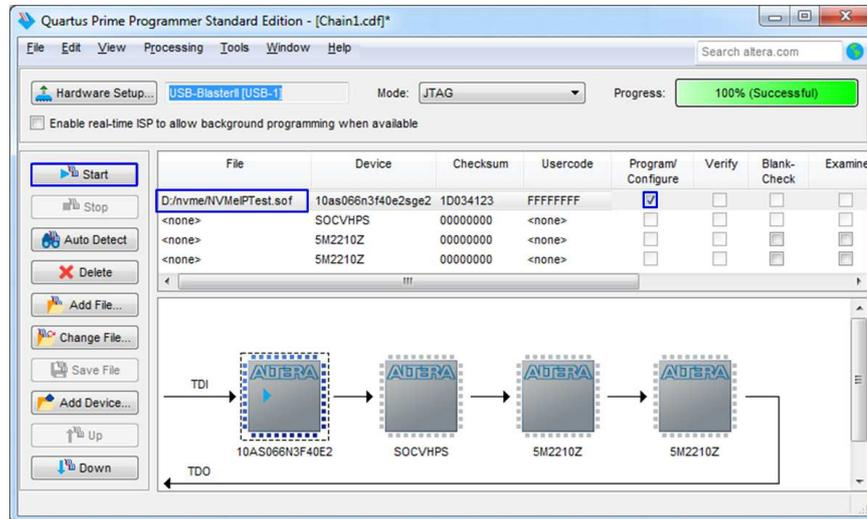

図 2-10: QuartusII プログラマによる FPGA のコンフィグレーション
- 図 2-10 に示すように QuartusII プログラマを使って NVMe-IP 評価用 SOF ファイルを選択し FPGA をコンフィグレーションします